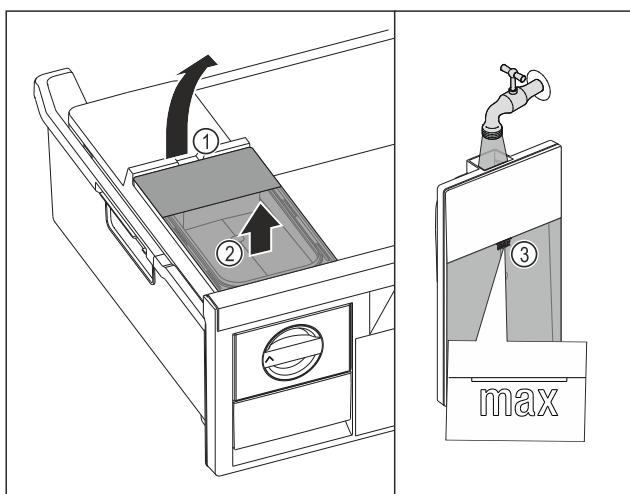

Fig. 85
- Повдигнете резервоара за вода при прореза Fig. 85 (1).
- Извадете резервоара за вода нагоре. Fig. 85 (2)
- Напълнете резервоара за вода до маркировката Fig. 85 (3) с питейна вода.